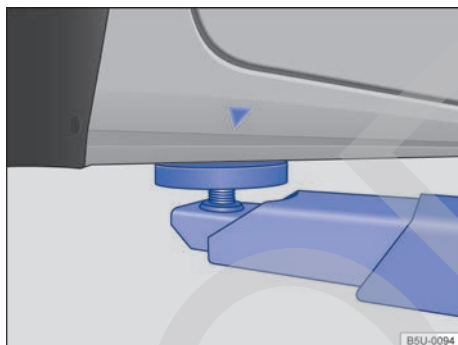
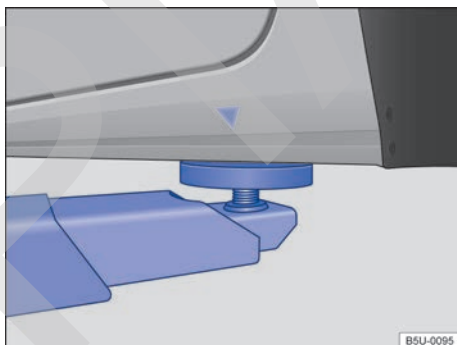

Fig. 141 Puntos de apoyo delanteros para la suspensión con plataforma elevadora o con gato.
Fig. 142 Puntos de apoyo traseros para la suspensión con plataforma elevadora o con gato.
El vehículo debe ser suspendido solamente por los puntos indicados en las figuras ⇒ **fig. 141** y ⇒ **fig. 142**. Si el vehículo no está suspendido por los puntos indicados, pueden ocurrir daños en el vehículo ⇒ **ⓘ** y lesiones graves ⇒ **⚠**.
- Suspender el vehículo solamente por los puntos indicados en las figuras ⇒ **fig. 141** y ⇒ **fig. 142**. Si el vehículo no es suspendido por los puntos indicados, puede caer de la plataforma elevadora cuando, por ejemplo, se desmonta el motor o la suspensión.